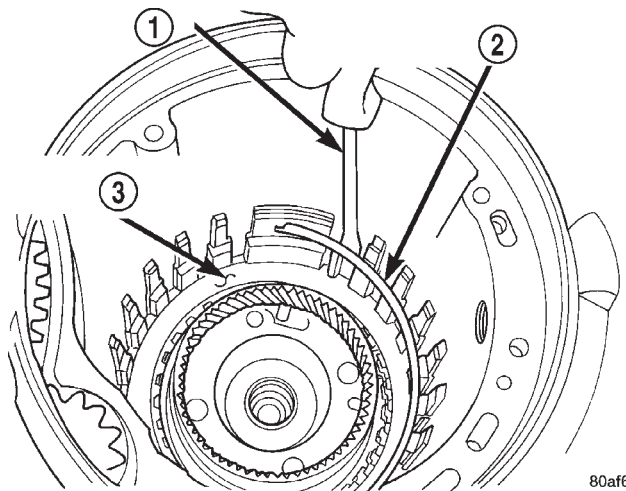

Fig. 42 Desmontaje del anillo de muelle de la placa de reacción de baja y marcha atrás
(34) Retire el anillo de muelle de la placa de reacción de baja y marcha atrás (Fig. 42).